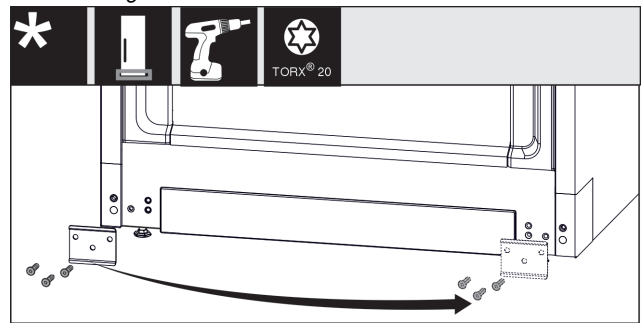

Fig. 14
- ▶ 拧下金属板 Fig. 14 (1), 将其移到另一侧, 然后重新拧紧。